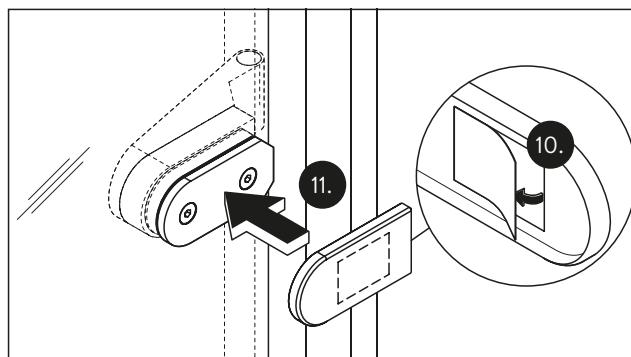

Abb.12 Abdeckkappe aufkleben
10. Die Schutzfolien der Klebestreifen auf den Abdeckkappen abziehen (Abb. 12).
11. Die Abdeckkappen auf die Gegenplatten kleben (Abb. 12).